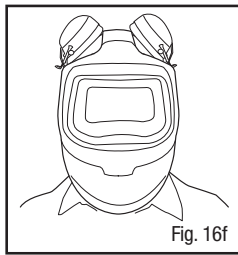

Fig. 16f
- **Rangement** : Les coquilles pivotent pour se ranger sur le dessus de la pièce faciale (Fig. 16f) si celle-ci est propre et exempte de contaminants. Veiller à ce que les coussinets d'étanchéité demeurent propres.